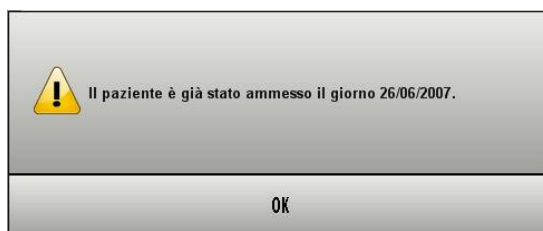

Fig 55 – Finestra senza timer con singola opzione
4) Finestra senza timer con singola opzione (Fig 55)
La finestra illustrata in Fig 55 fornisce, analogamente a quella vista in Fig 52, informazioni riguardo a un errore di procedura da parte dell'utente. Si differenzia da essa perché è priva di timer e resta sullo schermo finché non si dà una risposta.